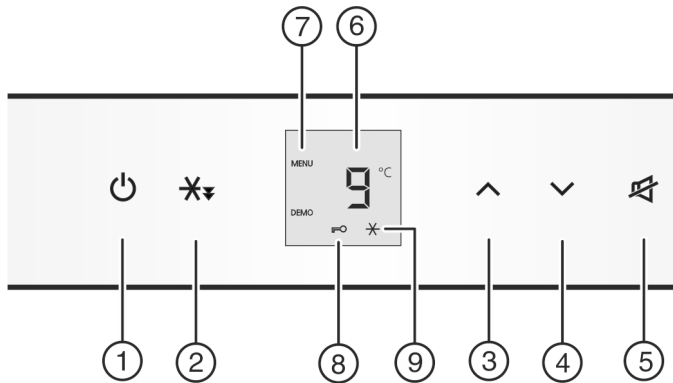

Fig. 2
- ▶ Taste On/Off Fig. 2 (1) drücken.
- ▶ Einstellmodus aktivieren: Taste Schnellkühlen Fig. 2 (2) ca. 5 s drücken.
- ▶ Zum Einschalten der Kindersicherung Taste Schnellkühlen Fig. 2 (2) kurz drücken.
- ▷ Das Symbol Kindersicherung Fig. 2 (8) leuchtet. In der Anzeige blinkt **c**.
- ▶ Zum Ausschalten der Kindersicherung Taste Schnellkühlen Fig. 2 (2) kurz drücken.
- ▷ Das Symbol Kindersicherung Fig. 2 (8) erlischt. In der Anzeige blinkt **c**.
- ▶ Einstellmodus deaktivieren: Taste On/Off Fig. 2 (1) drücken.
- ▶ Temperatur wärmer einstellen: Einstelltaste Up Fig. 2 (3) drücken.
- ▶ Temperatur kälter einstellen: Einstelltaste Down Fig. 2 (4) drücken.
- ▶ Taste Schnellkühlen *Fig. 2 (2)* kurz drücken.
- ▷ Das Symbol Schnellkühlen *Fig. 2 (9)* leuchtet in der Anzeige.
- ▷ Das Symbol Schnellkühlen *Fig. 2 (9)* erlischt in der Anzeige.